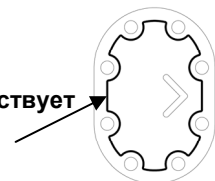

Рисунок 9.14 Наносите Lion Liquid вокруг резьбовых отверстий
- Наносите жидкость вокруг резьбовых отверстий и отверстий для винтов (см. рисунок 9.14).